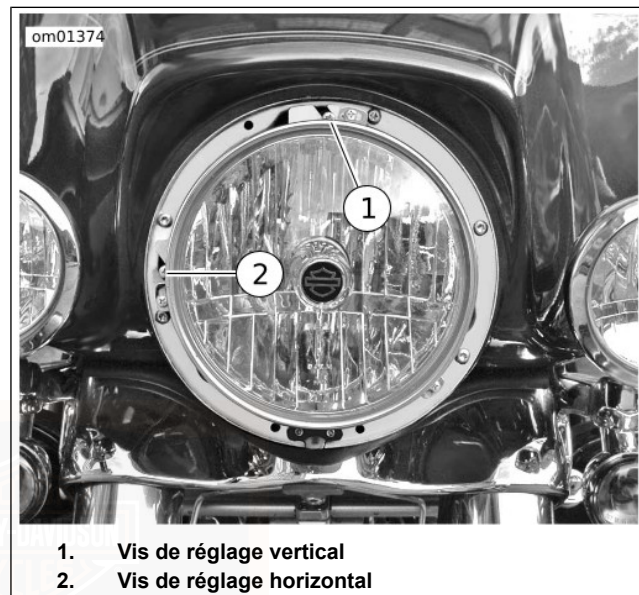

Figure 64. Régler l'alignement du phare : Modèles
2. Voir Figure 64. Régler le faisceau.
- a. Tourner la vis de réglage vertical (1) pour régler le phare verticalement.
- b. Tourner la vis de réglage horizontal (2) pour régler le phare horizontalement.